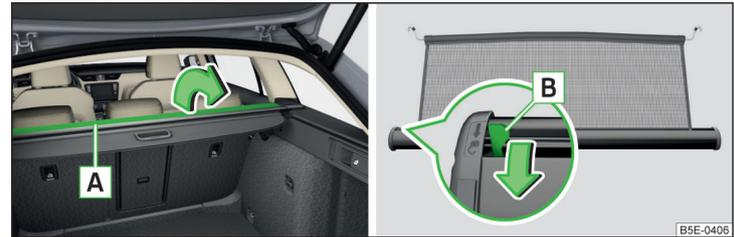

Abb. 115 Teil der aufrollbaren Gepäckraumabdeckung aufklappen / Entriegelungshebel
- Einen Teil der aufrollbaren Gepäckraumabdeckung **A** in Pfeilrichtung aufklappen » Abb. 115.
- Einen Teil der aufrollbaren Gepäckraumabdeckung **A** entgegen der Pfeilrichtung zurückklappen » Abb. 115.
Sollte die Netztrennwand beim Herausziehen aus dem Gehäuse blockieren, dann den Einriegelungshebel **B** in Pfeilrichtung drücken » Abb. 115.